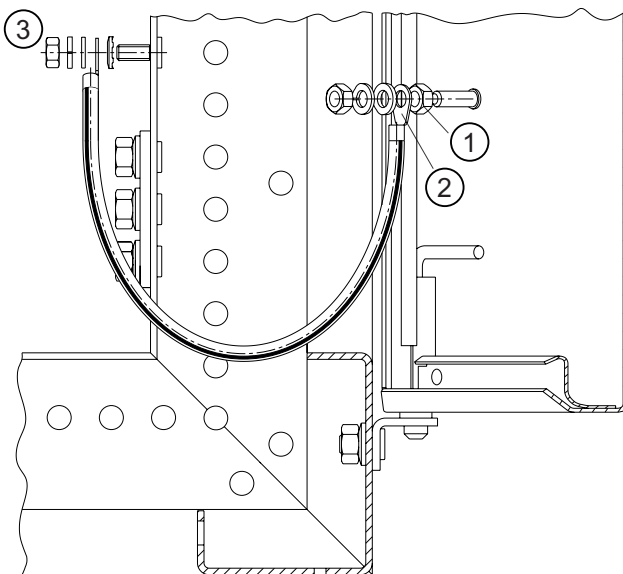

Bild 12
- 1 Für den Schutzleiteranschluss an den Türen, Sechskantmutter M 6 auf den Erdungsbolzen M 6 der Tür mit 3 Nm anschrauben, siehe Bild 12.